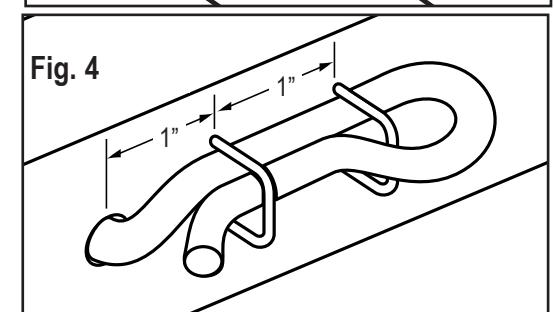

Fig. 4
7. Installer deux crampons pour le câble du filet d'escalade comme le montre la figure 4. Enfiler les câbles du filet d'escalade dans les trous et les attacher dans les crampons comme le montre la figure 4. Bien tendre les câbles et les solidifier en enfonçant les crampons complètement dans la base.